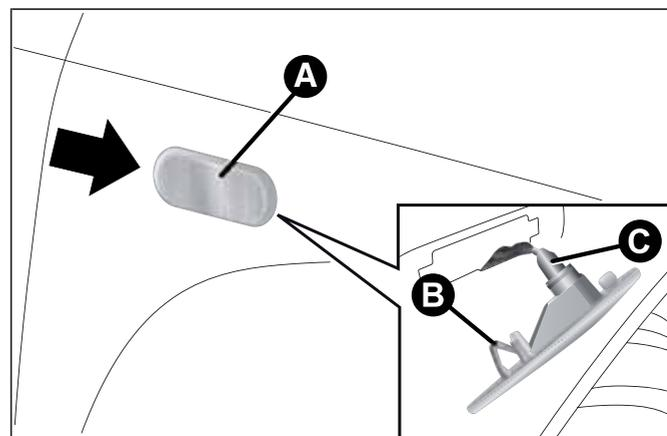

fig. 127
- agir sur le transparent A fig. 127 afin de comprimer l'agrafe B, puis extraire l'ensemble vers l'extérieur ;